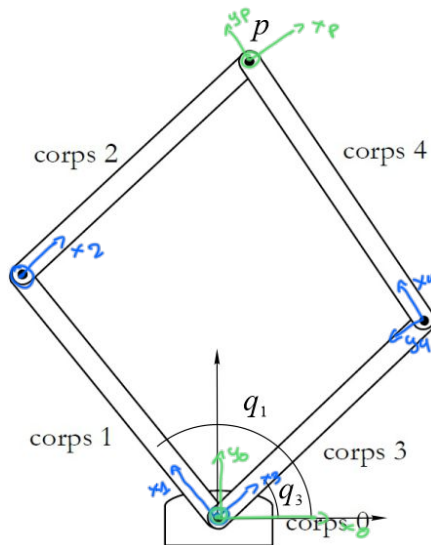

Figure 5: Chaîne fermé
2. Trouvez la position du point p sur la mecanisme à chaîne fermé de Figure 5 quand les angles des articulations au corps 0 sont $q_1 = \frac{3\pi}{2}$ et $q_3 = \frac{\pi}{4}$. Les longueurs des corps sont $L_1 = 20\text{cm}$, $L_2 = 25\text{cm}$, $L_3 = 30\text{cm}$, et $L_4 = 25\text{cm}$.